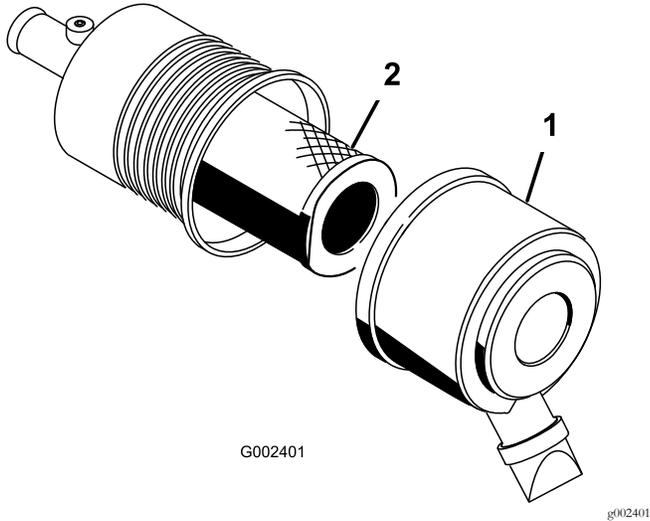

图44
1. 松开空气滤清器上的搭扣并将空气滤清器盖从其壳体中拉出图44。
3. 将滤清器轻轻从空气滤清器壳体中滑出图44。
5. 小心地将滤芯滑到壳体管上方图44。
6. 安装空气滤清器盖侧面朝上用闩锁固定图44。